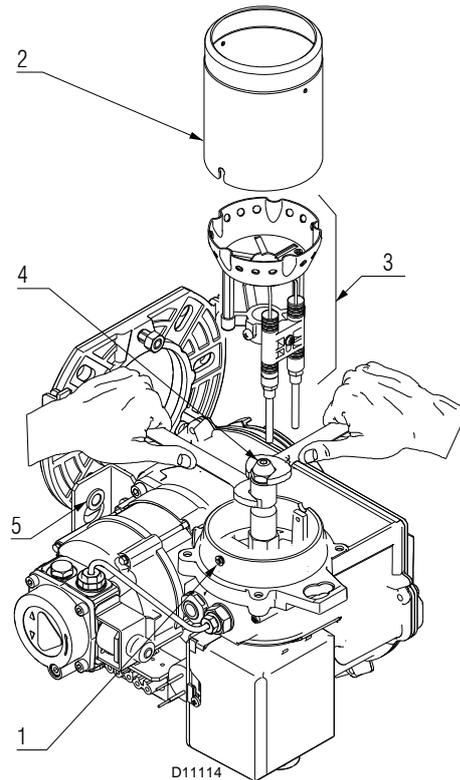

Fig. 15
Faire les opérations suivantes pour remplacer le gicleur et régler les électrodes (Fig. 15):
- Accrocher le brûleur à la douille 5) (support en partie basse) (Fig. 15)
- Extraire le groupe accroche-flamme 3) du groupe portegicleur après avoir desserré la vis 3) (Fig. 15).
- Visser le gicleur(4) en le serrant comme indiqué sur la Fig. 15.